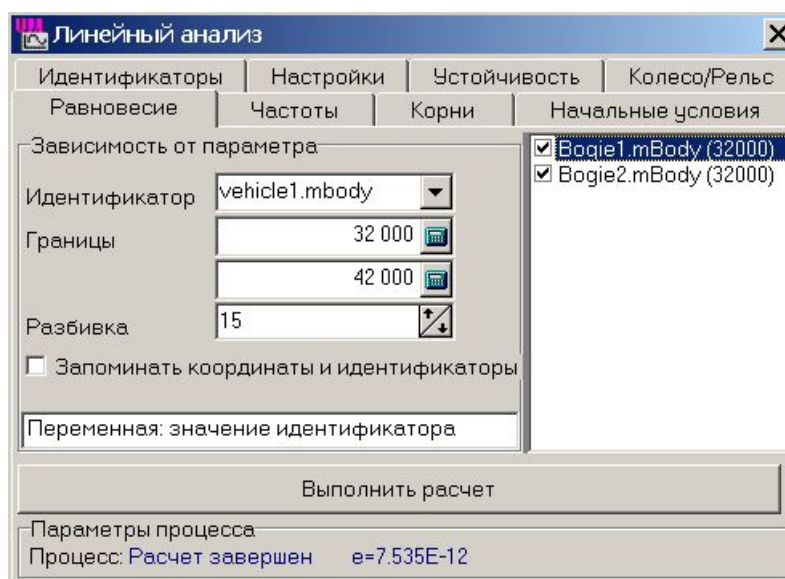

Рис.4.57. Подготовка процесса расчета равновесия в зависимости от параметра
Для расчета равновесия используется одноименная закладка окна (рис.4.57). Предусмотрено два режима расчета равновесия.
- выберите идентификатор с использованием выпадающего списка; если в подсистемах объекта найдены одноименные идентификаторы, укажите, какие из них будут изменяться одновременно с выбранным идентификатором (на рис.4.57 найдено 2 идентификатора, одноименные с выбранным идентификатором mass);